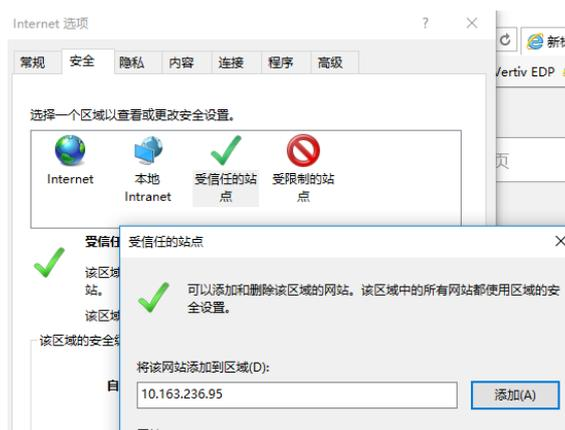

图3-32 添加到受信任的站点
6) 如图 3-32 所示，将智能监控单元的 IP 地址添加到**受信任的站点**列表中。